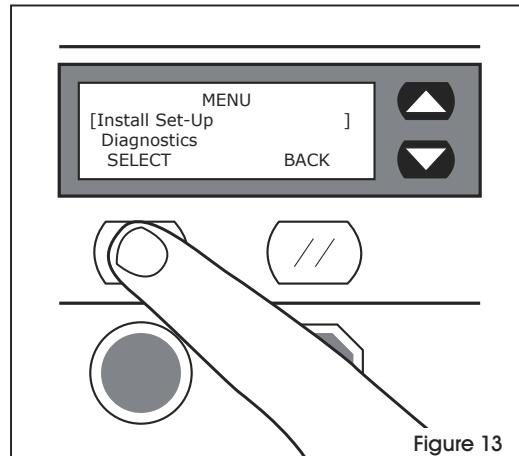

Figure 13
2. Utilisez les touches fléchées pour déplacer les curseurs des deux côtés de l'écran sur « Engineering » (mécanique) Appuyez sur le bouton de sélection à gauche pour choisir « Engineering ». (Voir Figure 13)